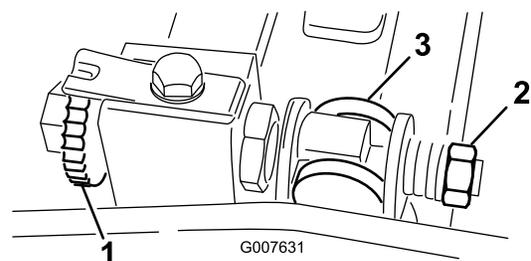

Рисунок 55
1. Поворачивайте винт регулировки планки неподвижного ножа против часовой стрелки, чтобы отодвинуть неподвижный нож от барабана (Рисунок 55).
2. Отворачивайте гайку натяжения пружины до тех пор, пока шайба больше не будет нажимать на планку неподвижного ножа (Рисунок 55).